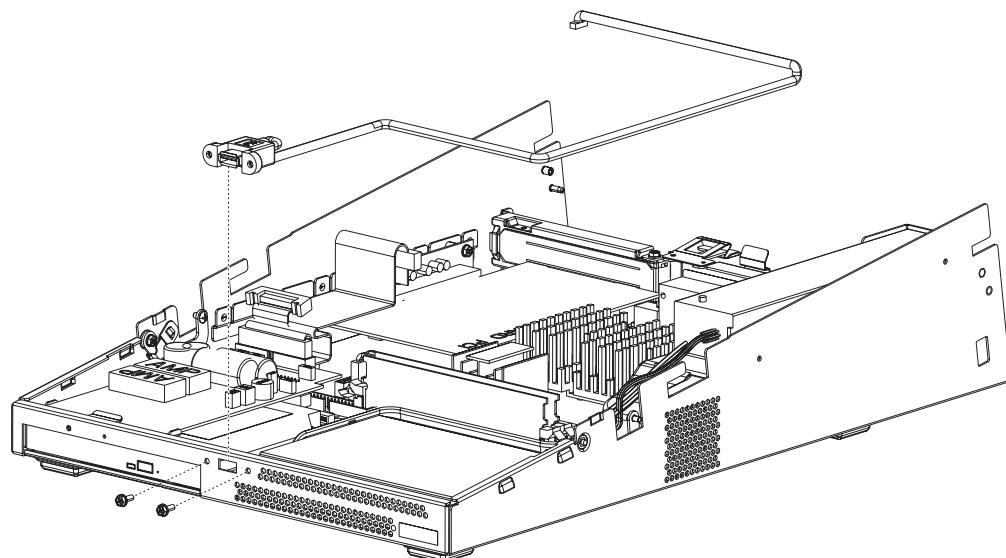

图 25. 卸下前端的 USB 端口
6. 如图 25 中所示, 从将 USB 电缆连接回它在系统板上的连接的电缆接口卸下电缆。